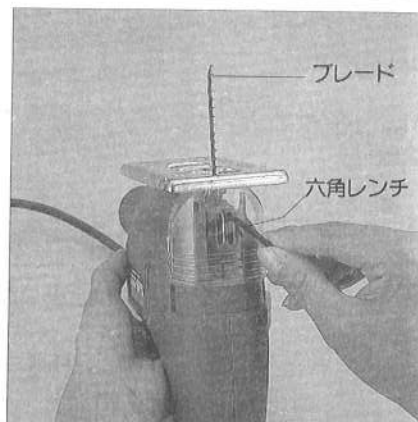

図2
- ブレード保護カバー(透明)の中にブレード固定ネジが2個ついています。(図2参照)